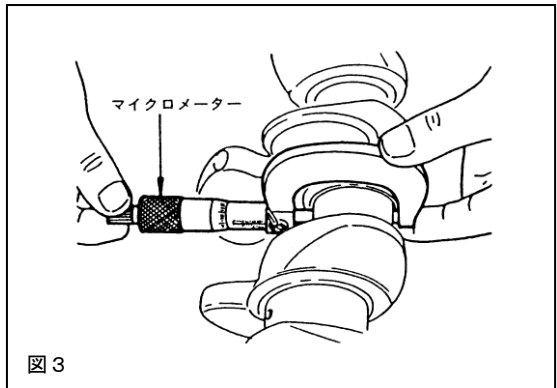
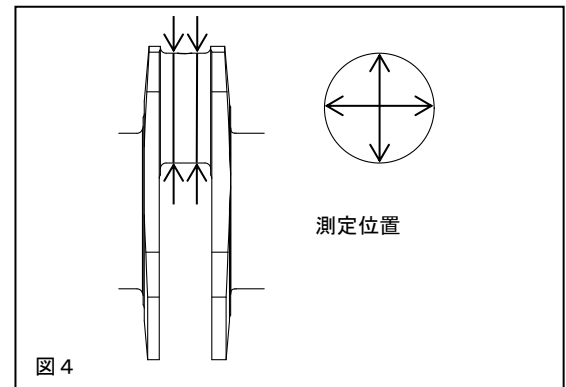

図 3
図 4
3. 5 クランクピンを測定する場合は、図 3、図 4 を参照し、クランクシャフトのピン径をマイクロメータを使用して測定してください。（大きい値を計算に使用する。）